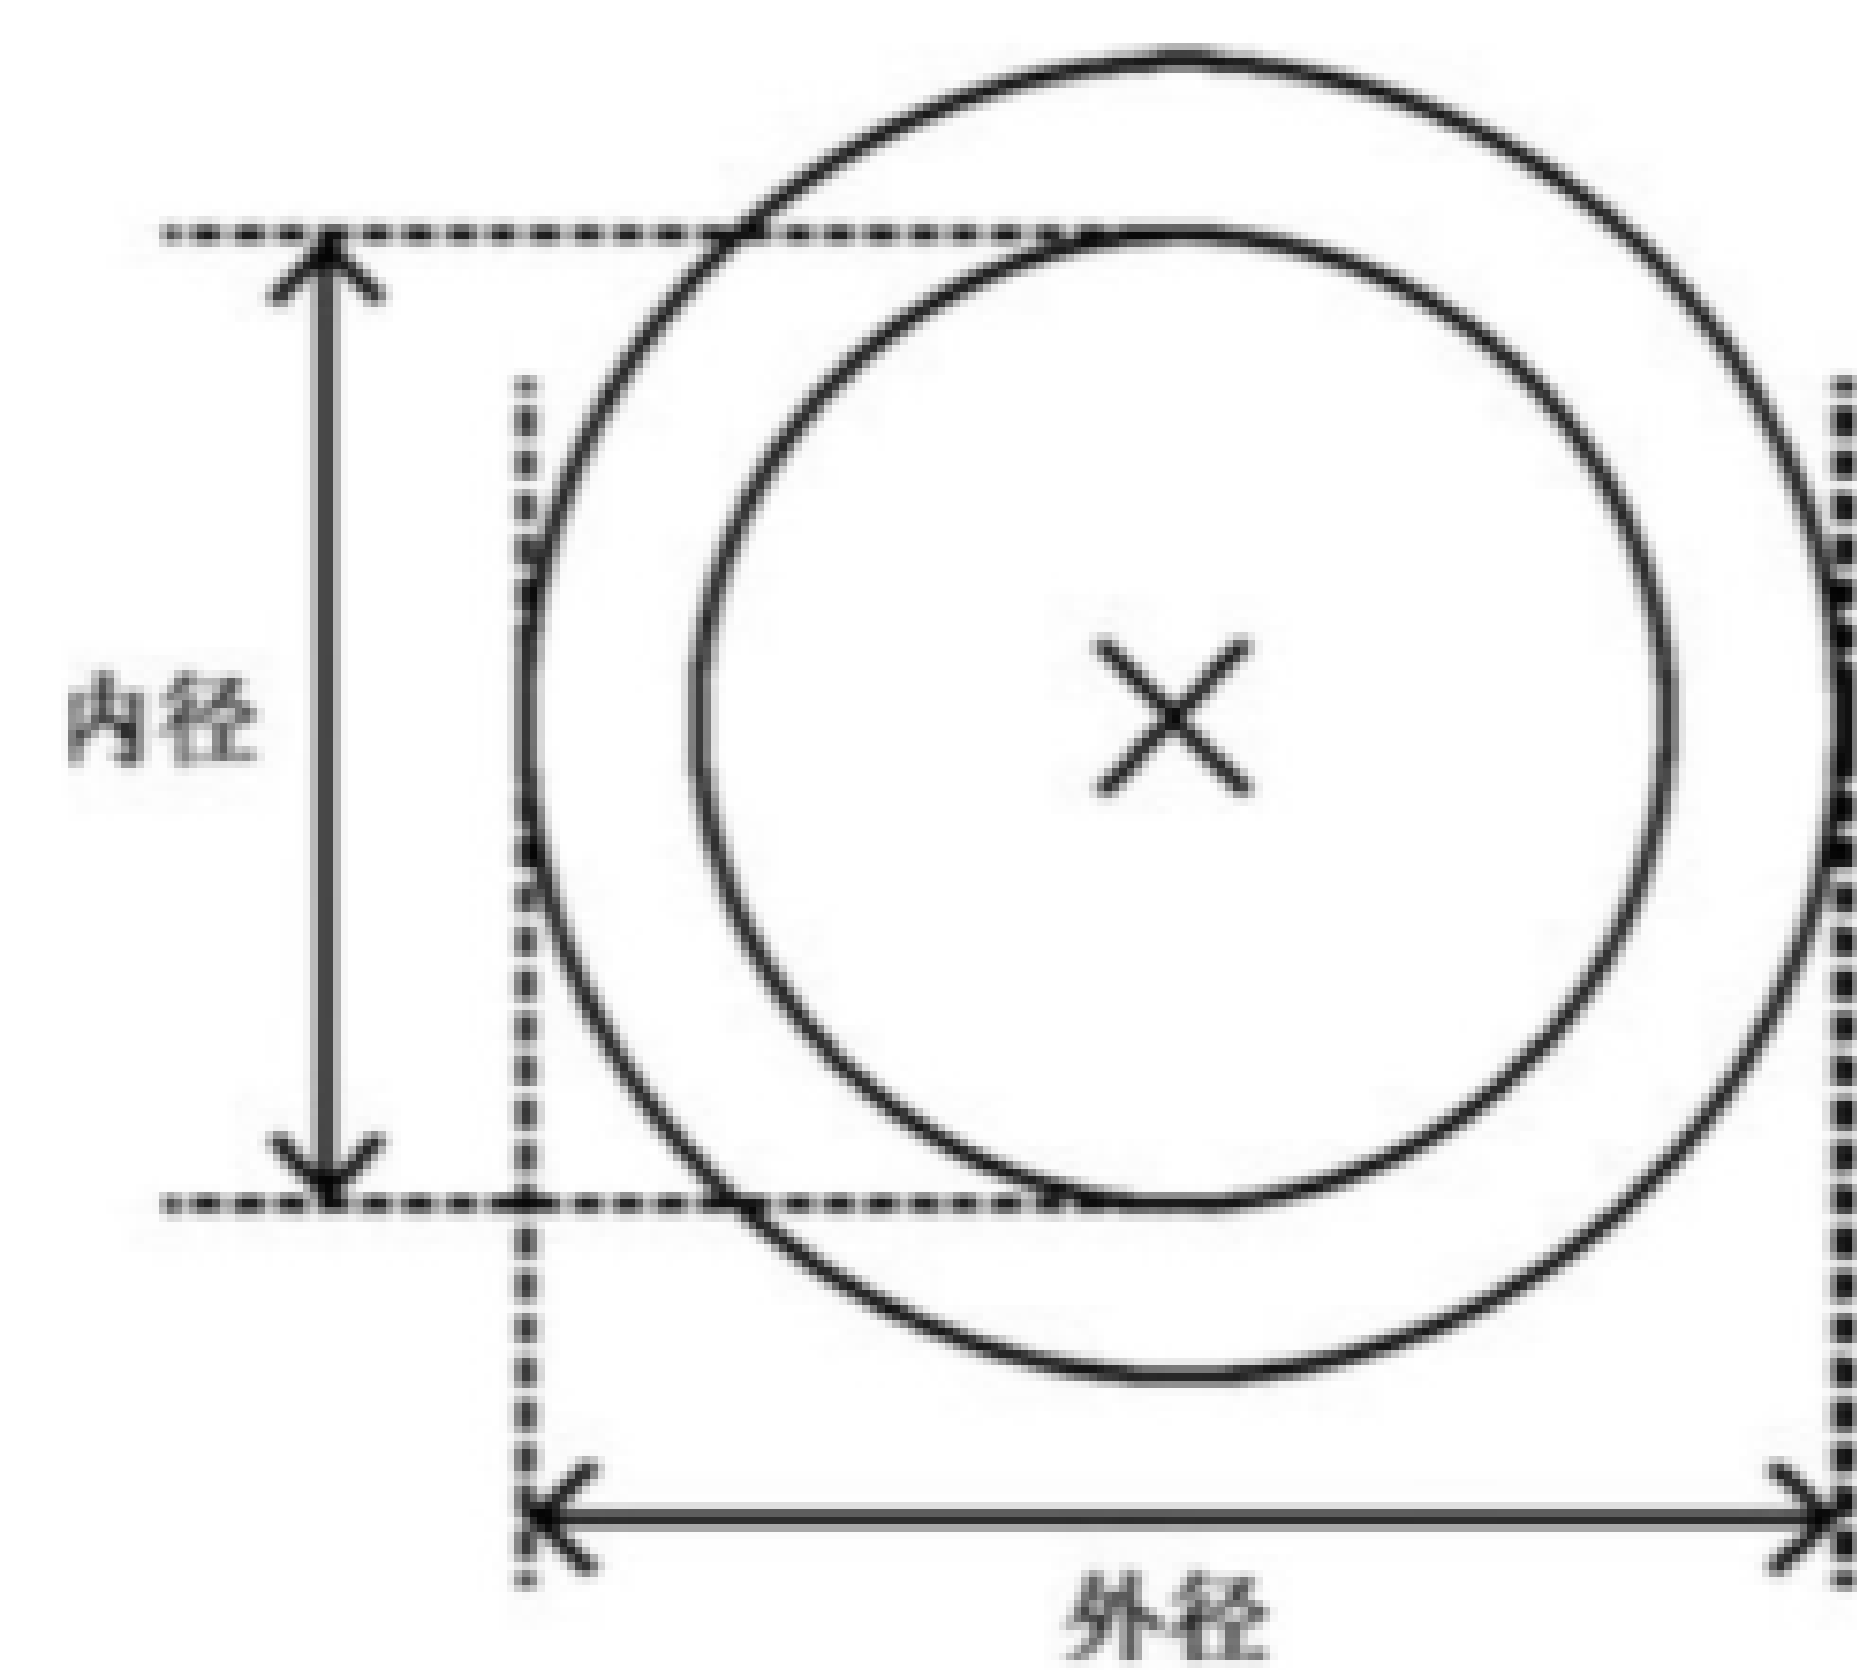

图 77 环形
- e) id annular outerDiam innerDiam: 每个环由外径和内径定义, 定义应出现在一行上, 参考点位于环形中心, 图 77 将参考点标记为 X。